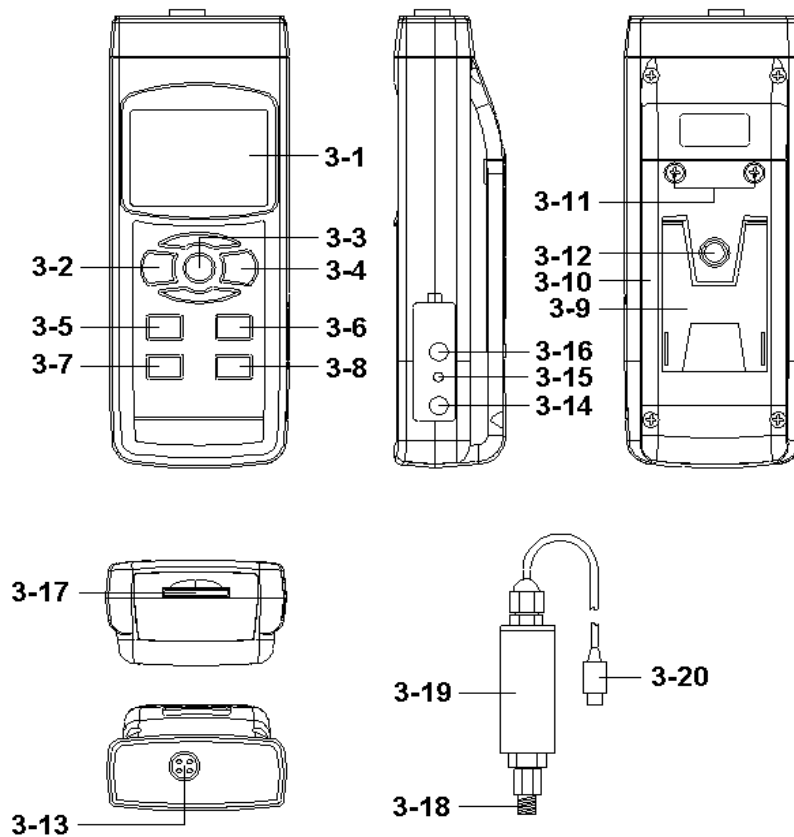

Fig.1
Después de seleccionar el sensor de presión más conveniente, presione el botón del Tipo de sensor (3-6, Fig. 1). En la pantalla aparecerá el tipo de sensor para confirmar.
Por ejemplo, si el sensor que se ha seleccionado es el de 2 bar (Modelo: PS100-2BAR), si presiona el botón del tipo de sensor (3-6, Fig. 1) en la pantalla aparecerá:
- 1) Conecte el "Enchufe del sensor de presión" (3-20, Fig. 1) a la "Toma de entrada de la sonda" del medidor (3-13, Fig. 1)
- 2) Encienda el medidor presionando el "Botón Power" (3-2, Fig. 1) una vez.
- 3) Presione el "Botón del tipo de sensor" (3-6, Fig. 1) para comprobar si el tipo del sensor es el mismo que el sensor de presión externo.
- 4) Presione el " Botón Unit " (3-5, Fig. 1) en secuencia para seleccionar la unidad de medida como: Bar, Psi, Kg/cm2, mm Hg, inch Hg, medidor H2O, inch H2O, Atmósfera, hPA, kPA.
Si en la pantalla no aparece el valor cero, pulse el "Botón Zero" (3-7, Fig. 1), > 10 segundos continuamente y el valor de la pantalla cambiará a cero.
- 6) Conecte el "Puerto conector del sensor de presión" (3-18, Fig. 1) para la instalación para medir el valor de la presión.
Durante la medición, presione el "Botón Hold" (3-3, Fig. 1) para mantener el valor de la medición y en la pantalla LCD mostrará el símbolo " HOLD".
1) La función de grabación de datos guarda las lecturas de los valores máximos y mínimos. Presione el botón "REC" (3-4, Fig.1) una vez para iniciar la función. El símbolo " REC " aparecerá en la pantalla.
- a) Presione el botón " REC " (3-4, Fig. 1) el símbolo " REC. MAX. " junto con el valor máximo aparecerá en la pantalla.
*Si intenta borrar el valor máximo, presione el " Botón Hold " (3-3, Fig. 1) una vez, y en la pantalla solamente aparecerá el símbolo " REC. " mientras que la función de memoria se ejecutará continuamente.*
- b) Presione el "Botón REC " (3-4, Fig. 1) de nuevo, el símbolo " REC. MIN. " junto con el valor mínimo aparecerán en la pantalla.
*Si intenta borrar el valor mínimo, presione el " Botón Hold " (3-3, Fig. 1) y en la pantalla solamente aparecerá el símbolo " REC. " mientras que la función de memoria se ejecutará continuamente.*
Cuando conecte el medidor, la luz del fondo de la pantalla LCD se encenderá automáticamente. Durante la medición presione el "Botón Backlight" (3-2, Fig. 1) una vez para apagar la luz de fondo.
Prepare una tarjeta de memoria SD (de 1 GB hasta 16 GB), inserte la tarjeta SD en la ranura de la tarjeta (3-17, Fig. 1). La parte delantera de la tarjeta SD deberá estar de cara a la cubierta inferior.
Presione el botón " REC " (3-4, Fig. 1) una vez y en la pantalla LCD aparecerá el texto "REC", luego presione el "Botón Logger" (3-8, Fig. 1), y el símbolo " DATALOGGER " parpadeará mientras que los datos de medición y la información horaria se guardan en el circuito de la memoria.
Durante la ejecución de la función de Datalogger, si se presiona el botón " Logger " (3-8, Fig. 1) una vez, se detendrá la función de Datalogger (dejará de guardar los datos de medición en el circuito de memoria temporalmente). A la misma vez, el texto " DATALOGGER " dejará de parpadear.
*Si presiona el botón " Logger " (3-8, Fig. 1) una vez más se ejecutará el Datalogger de nuevo, el texto " DATALOGGER " parpadeará en la pantalla.*
Mientras la función Datalogger está detenida, presione el botón " REC " (3-4, Fig. 1) continuamente al menos durante dos segundos. La indicación " REC " desaparecerá y se finalizará la función datalogger.
Presione el botón " REC (3-4, Fig. 1) una vez, en la pantalla aparecerá el texto " REC ", después presione el botón " Logger "(3-8, Fig. 1) una vez y el símbolo REC parpadeará y el biper sonará una vez a la misma vez que los datos de medición con la información horaria se guardan en el circuito de memoria. La pantalla inferior mostrará la Posición (Localización) y también se guardará en la tarjeta SD.
*Durante la ejecución del datalogger manual, presione el botón " ▲ " (3-5, Fig. 1) y el número inferior ( nº de posición ) parpadeará. Se puede usar el botón " ▲ " ( 3-5, Fig. 1) o "▼" (3-6, Fig. 1) para ajustar la posición de la medición (de 1 hasta 99, por ejemplo de la habitación 1 hasta habitación 99) para identificar la localización de la medición, la pantalla inferior mostrará P x*